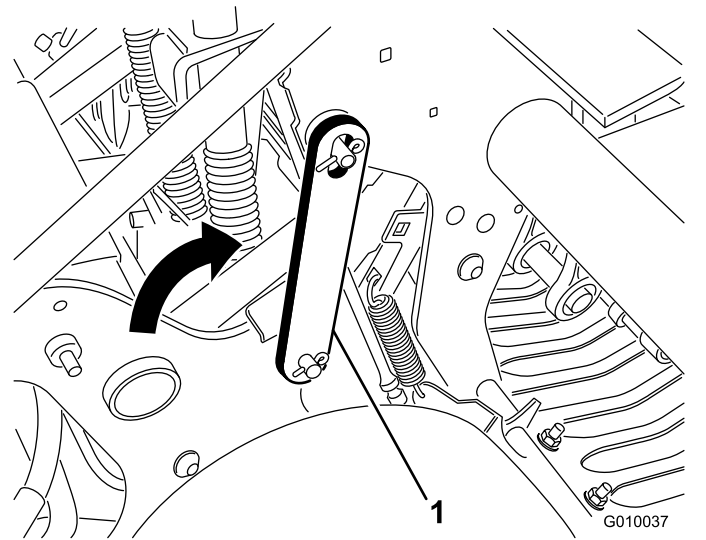

Bild 19
4. Drehen Sie den Wartungsriegel nach hinten und setzen Sie ihn in den Aerifizierkopfstift ein (Bild 19). Sichern Sie den Riegel mit dem Clipping.